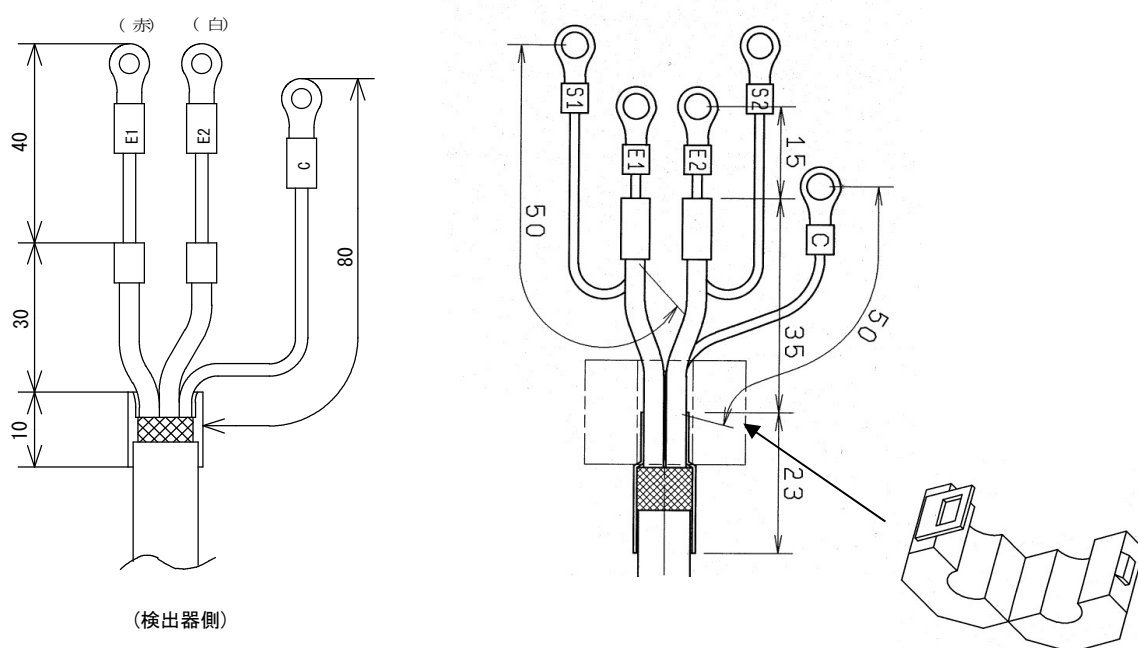

図 4.8 端末処理
- (1) 配線には厚鋼管16(JIS C8305)を使用してください。なお入力信号線,励磁線,アナログ出力信号線,デジタル信号線および電源線はそれぞれ別々のコンジットを使用してください。
- (2) 入力信号ケーブルは必ず付属の専用信号ケーブルを使用してください。入力信号ケーブルは非常に微弱な信号を伝送するケーブルです。鉄製コンジットを通し,他の大電流配線やノイズを与える恐れのある配線からできるだけ遠ざけ,かつ両者を平行にしないでください。ケーブルが余った場合には,途中で丸めたりしないで余分な部分を切断してください。図4.8をご参照の上,端末処理を行ってください。このケーブルの最大長は200mです。これ以上にならないように注意してください。
- (3) 絶縁劣化を防止するため,雨天に屋外での配線は行わないでください。
- (4) ケーブルは途中で継ぎ足さないでください。万一不足したときには,御面倒でも全部交換してください。
- (5) 配線前,以下の絶縁をチェックしてください。なおこのとき,変換器側の結線は必ず外してください。
検出器に配線されている専用信号ケーブルを必ず使用してください。入力信号線は非常に微弱な信号を伝送するケーブルです。鉄製コンジットを通し、他の大電流配線やノイズを与える恐れのある配線からできるだけ遠ざけ、かつ両者が平行にならないようにしてください。ケーブルが余った場合には、途中で丸めたりしないで余分な部分を切断してください。配線後、図 4.8 をご参照の上で信号ケーブルを挟み込まないように注意して付属のフェライトコアの取付けを行ってください。